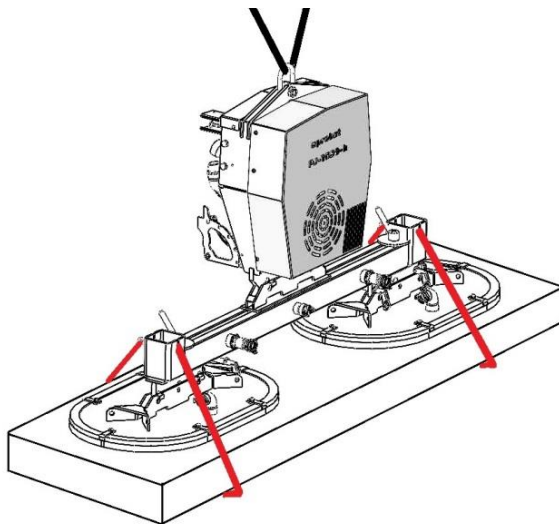

Fig. 1
- Las cadenas de sujeción de la carga deben estar apretadas contra la carga para que, en caso de fallo o pérdida de vacío (por ejemplo, debido a un corte de energía), la carga sea sujeta por las cadenas de sujeción de la carga (Fig. 1).